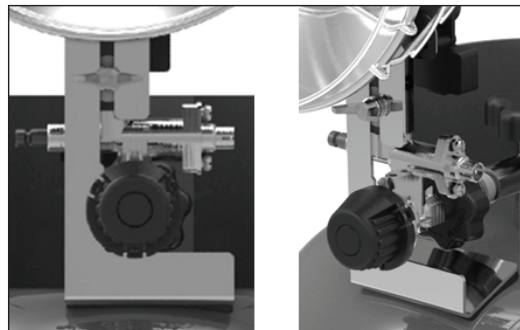

Figure 2
2. Desserrez l'écrou à oreilles situé sur le tube venturi. Placez le support du radiateur autour du venturi et posez le bas du support du radiateur sur la bouteille de propane. Serrez l'écrou à oreilles précédemment desserré pour fixer le support du réchauffeur sur le tube venturi. (Voir Figure 2)